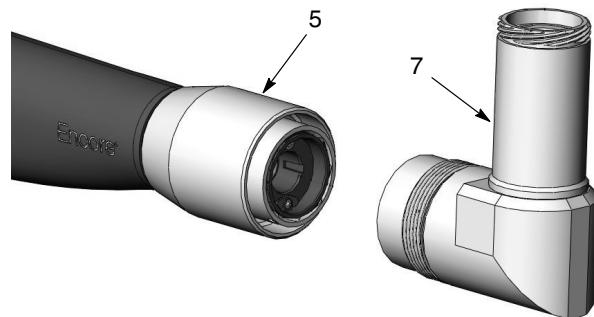

Figure 6 Installation de l'extension sur le pistolet de pulvérisation
- Voir la figure 6. Installer l'extension (7) sur le pistolet, l'orienter dans le sens souhaité, puis visser l'écrou de corps (5) sur l'extension. Serrer l'écrou à la main.
3. Voir la figure 6. Dévisser l'écrou de la buse et retirer l'extension du pistolet de pulvérisation.
1. Voir la figure 6. Installer le corps de l'extension sur le pistolet, l'orienter dans le sens souhaité, puis visser l'écrou de corps sur l'extension. Serrer l'écrou à la main.